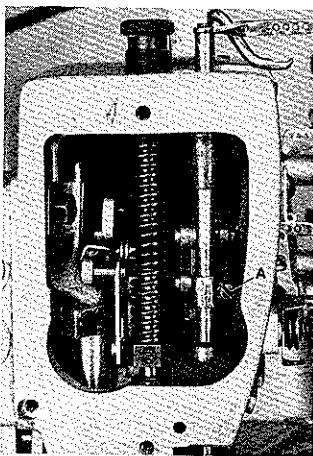
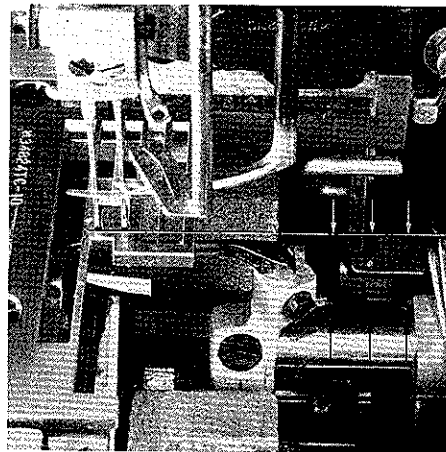
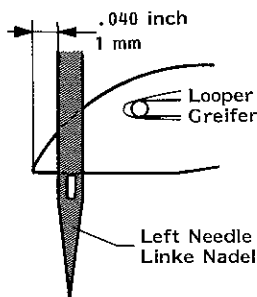

Fig.16
Fig.17
Fig. 19
3. Loosen screw (A, Fig.16) and turn needle bar as required, so the needles center in the needle holes of throat plate and are parallel to the looper shaft (see Fig.17). This can be checked by holding a ruler against the needles.\*
4. Retighten screw (A, Fig.16).
The height of needle bar is correct, when the looper point at its travel from right to left is 1 mm (.040 in) left of the left needle (see Fig.19) and the top of the needle eye is flush with the underside of the looper. For adjustment loosen screw (A, Fig.16) and move needle bar up or down as required. Retighten screw (A). Care should be taken not to disturb the alignment of the needle bar when making this adjustment.
\* The needle bar can also be aligned and set to height without removing the Metering Device. For this, remove plug (Q, Fig.56) in the head cover plate to have access to screw (A, Fig.16) in the needle bar connection. Remount the plug.
3. L sen Sie die Schraube (A, Fig.16) und drehen Sie die Nadelstange so, da  die Nadeln mittig in die Stichl cher der Stichplatte einstechen und parallel zur Greiferwelle stehen (siehe Fig.17). Dies kann durch Anlegen eines Lineals an die Nadeln gepr ft werden.
4. Ziehen Sie die Schraube (A, Fig.16) wieder an.
Die Nadelstangenh he ist richtig eingestellt, wenn die Greiferspitze bei ihrem Weg von rechts nach links 1 mm links der linken Nadel steht (siehe Fig.19) und Oberkante Nadelh r und Unterkante Greifer in gleicher H he stehen. L sen Sie f r diese Einstellung die Schraube (A, Fig.16) und schieben Sie die Nadelstange nach Bedarf nach oben oder unten. Ziehen Sie die Schraube (A) wieder an. Beachten Sie, da  bei dieser Einstellung die Nadelstange nicht verdreht wird.
\* Die Nadelstange kann auch ohne Abbau der Zume einrichtung (Metering Device) ausgerichtet und auf H he eingestellt werden. Entfernen Sie dazu den Verschu stopfen (Q, Fig.56) in der Kopfdeckelplatte, damit die Schraube (A, Fig.16) im Nadelstangen-Mitnehmer zug nglich wird. Montieren Sie den Verschu stopfen wieder.